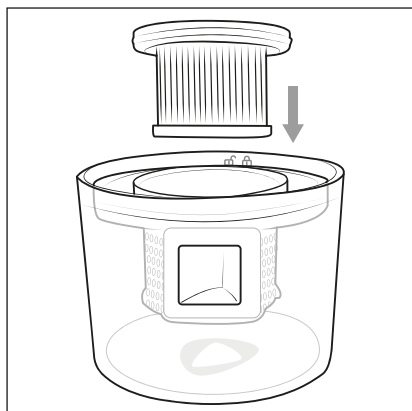

Fig. 8
- 7) Introduceți filtrul HEPA ❸ în filtrul de praf ❹ (fig. 8).